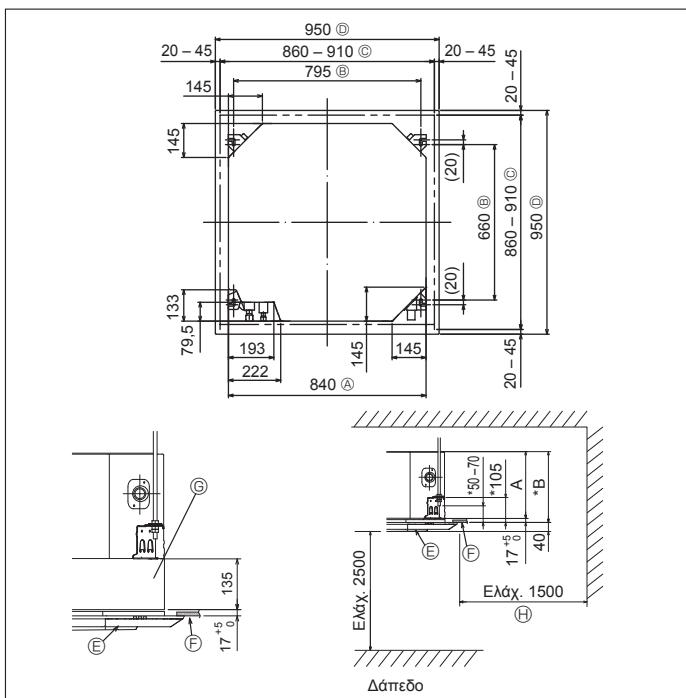

Fig. 3-2
①	Χάρτινο αποτύπωμα εγκατάστασης (στο επάνω μέρος του πακέτου)	1
②	Ροδέλλα (με μόνωση) Ροδέλλα (χωρίς μόνωση)	4 4
③	Κολάρα σωλήνων (για συνδέσεις των σωλήνων ψυκτικού) μικρής διαμέτρου μεγάλης διαμέτρου	1 1
④	Ταινία (μεγάλη)	8
⑤	Ταινία (μικρή)	1
⑥	Ακροσύνδεσμος αποχέτευσης	1
⑦	Μόνωση	1
3.2. Ανοίγματα στο ταβάνι και θέσεις για την τοποθέτηση των μπουλονιών ανάρτησης (Fig. 3-2)
* Οι διαστάσεις του ανοίγματος περιέλιξης μπορούν να ρυθμιστούν εντός του εύρους που εμφανίζεται στην Fig.3-2. Οπότε, κεντραρίστε την κεντρική μονάδα με το άνοιγμα περιέλιξης, διασφαλίζοντας πως οι αντίστοιχες απέναντι πλευρές σε κάθε πλευρά του ελεύθερου χώρου ανάμεσά τους θα είναι ίδιες.